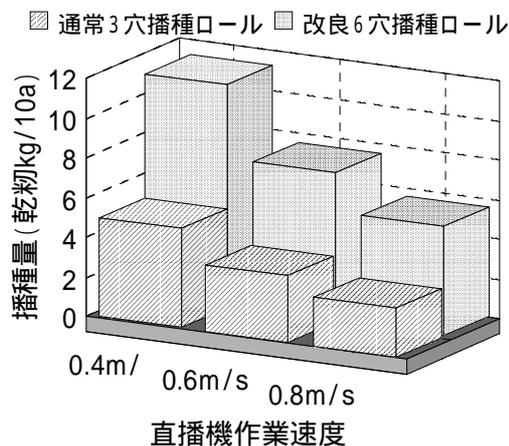

図2 播種ロール改良による播種量増加状況（理論値）
- (2) 通常3穴播種ロールの場合、通常の作業速度0.4m/sで播種量が最大5 kg/10a程度にとどまるのに対し、改良6穴播種ロールを用いることで、6 kg/10a以上の播種量設定が可能となり、株間等諸設定においても自由度が高まる。また、慣行の田植機並みの作業速度0.8m/sで播種する場合でも6 kg/10a程度の播種量を確保できる。（表1、図2）
- (3) 播種量6 kg/10a設定において、代かき同時打ち込み点播機のha当たり作業時間は、通常3穴播種ロールで2.7時間であるのに対し、改良6穴播種ロールを用いた場合1.6時間と、6割に短縮できる。（表1）